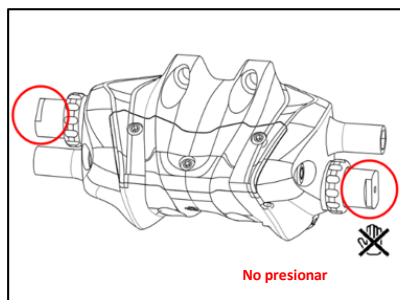

Figura K-1 No presionar el cilindro
- No presione la sección del cilindro marcada con un círculo antes de completar el ensamblado del freno. Si se presiona el cilindro antes del ensamblado, se pueden producir características de frenado inesperadas. (**Figura K-1**)